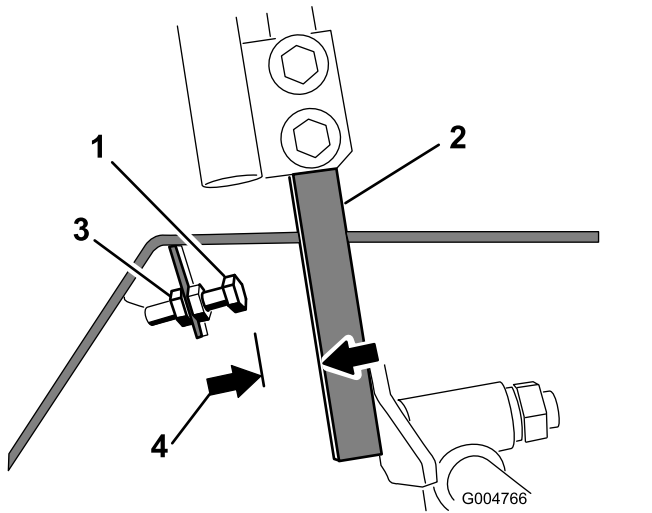

Figure 54
4. Desserrez l'écrou de blocage sur le boulon d'arrêt de l'un des leviers de commande (Figure 54).